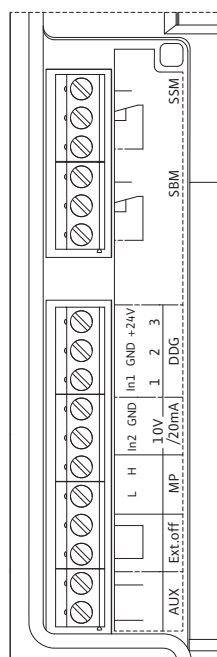

Fig. 30: Terminais de controlo
- Terminais de controlo (Fig. 30)